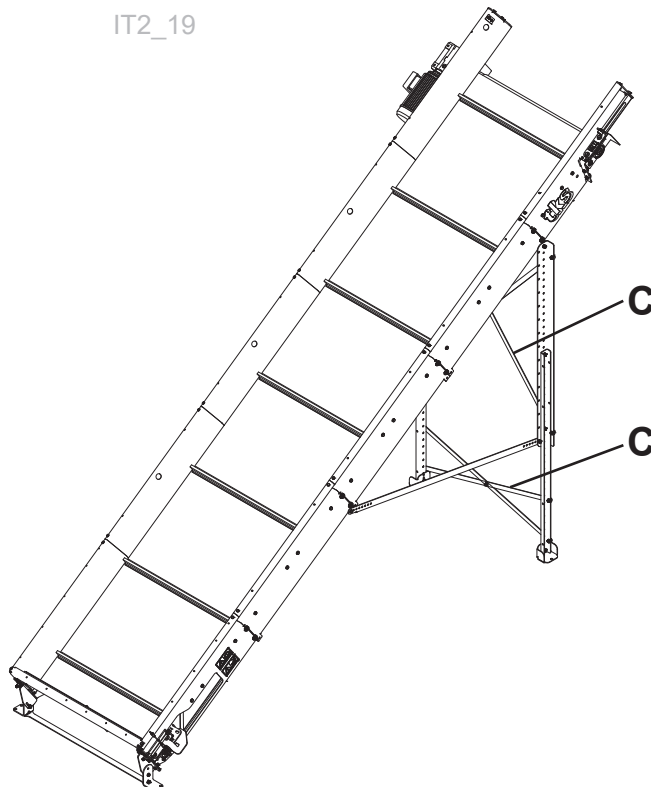

Fig. 7c
- Monter kryss stagene (C) mellom føttene. **Se Fig. 7c**